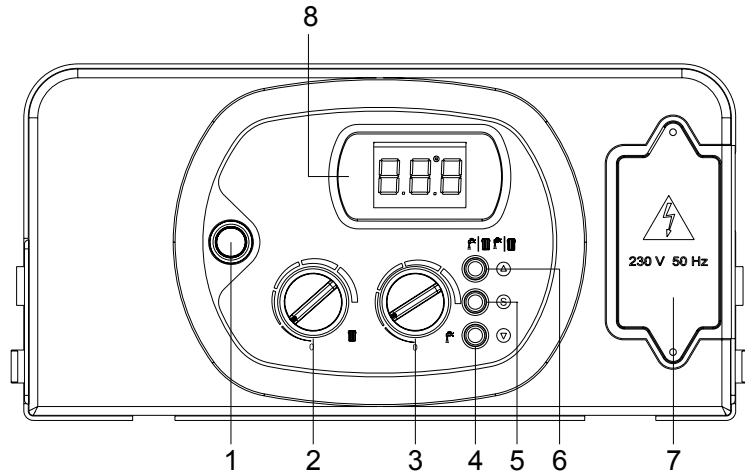

fig.22
- Appuyer sur le bouton poussoir 1 marche/arrêt (fig.22).
Pour commuter la chaudière sur « ÉTÉ », agir sur la touche 6 (fig.22) et sélectionner ainsi la fonction sanitaire. En mode “ ÉTÉ ”, le symbole  s'allume sur l'afficheur du tableau de commande.
Pour commuter la chaudière sur « HIVER », agir sur la touche 6 (fig.22) et sélectionner ainsi la fonction chauffage. En mode “HIVER”, le symbole  s'allume sur l'afficheur du tableau de commande.
Pour commuter la chaudière en fonctionnement ÉTÉ-HIVER, agir sur la touche 6 (fig.22) et sélectionner la fonction chauffage/eau chaude sanitaire. Le fonctionnement ÉTÉ-HIVER se reconnaît à l'allumage simultané des symboles  sur l'afficheur du tableau de commande.
Le réglage de la température s'effectue au moyen du bouton 2 (fig.22) :
Le réglage de la température s'effectue au moyen du bouton 3 (fig.22) :